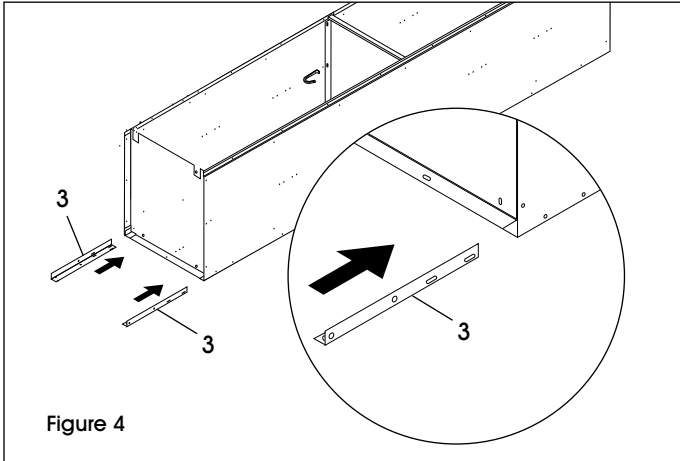

Figure 4
6. Insérez les pattes arrière (3) dans les coins entre le fond et le panneau latéral. Boulonnez chaque patte au panneau latéral à l'aide de deux boulons et écrous par patte. (Voir Figure 4)